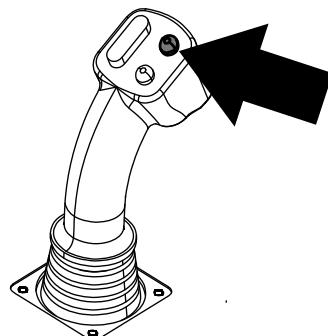

Figura 12
6. Mantenga pulsado el botón superior del joystick para agarrar el tubo (Figura 12 y Figura 13) y suelte el botón.